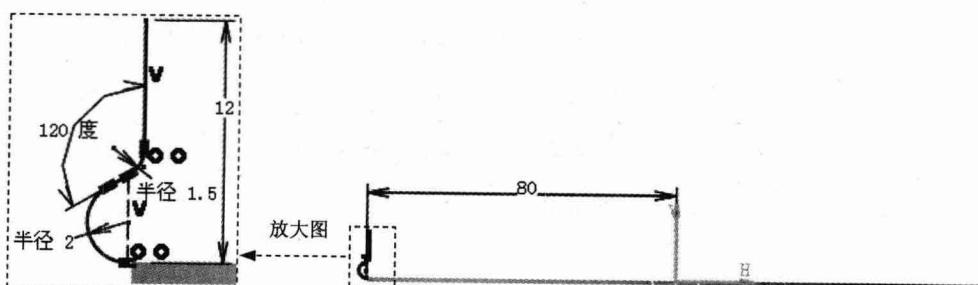

图 1.6 截面草图
(3) 绘制截面草图。单击 **草图** 按钮，选取 **yz** 平面为草图平面，绘制图 1.6 所示的截面草图；单击 **退出** 按钮退出草图环境。
(4) 单击 **确定** 按钮，完成用户凸缘 1 的创建。